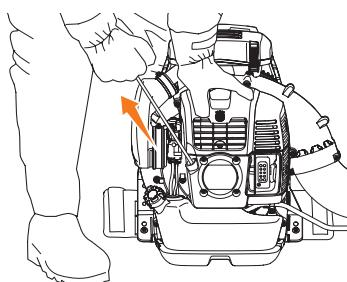

Рис. 7
- Быстро и сильно резко потяните за шнур (рис. 7).